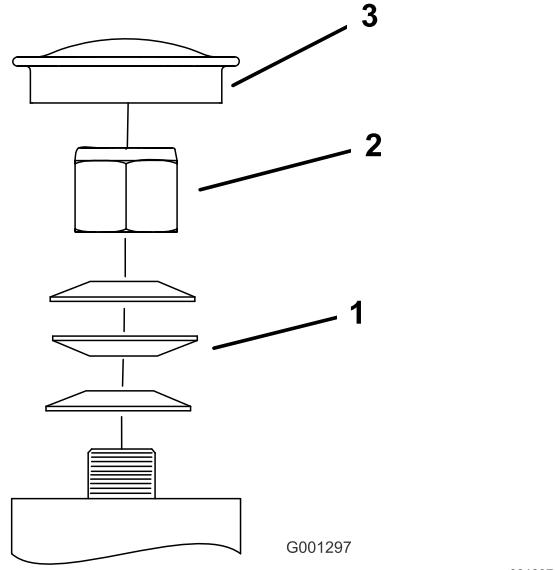

Figura 58
3. Togliete il coperchietto antipolvere dalla ruota orientabile e serrate il dado di bloccaggio (Figura 58).
4. Serrate il dado di bloccaggio finché le rondelle elastiche non sono piatte, quindi allentate di un quarto di giro per mettere punto il precarico sui cuscinetti (Figura 58).
Importante: Verificate che le rondelle elastiche siano correttamente montate, come riportato nella Figura 58.
5. Montate il coperchietto antipolvere (Figura 58).